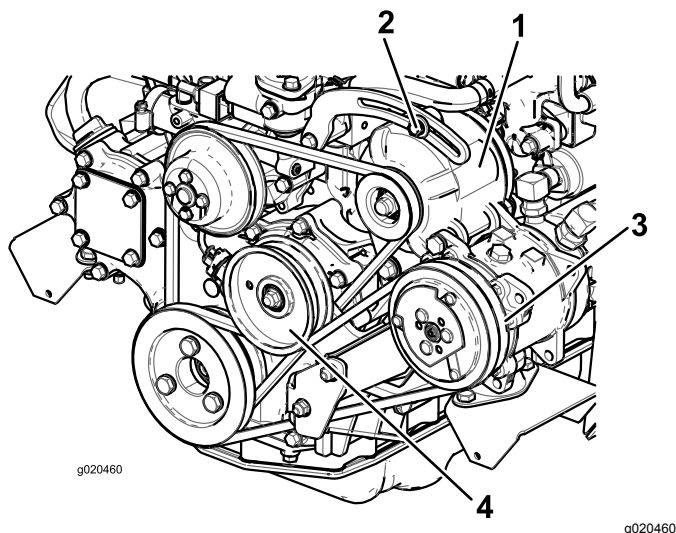

Figura 95
Controllate lo stato e la tensione della cinghia (Figura 95) ogni 100 ore di servizio.
2. Se l'inflessione non è di 10 mm, allentate i bulloni di fissaggio dell'alternatore (Figura 95). Aumentate o riducete la tensione della cinghia dell'alternatore e serrate i bulloni. Controllate di nuovo l'inflessione della cinghia per accertare che sia esatta.
2. Se la flessione non è di 10 mm, allentate il bullone di fissaggio della puleggia tendicinghia (Figura 95). Aumentate o riducete la tensione della cinghia del compressore e serrate il bullone. Controllate di nuovo la flessione della cinghia per accertare che la tensione sia esatta.